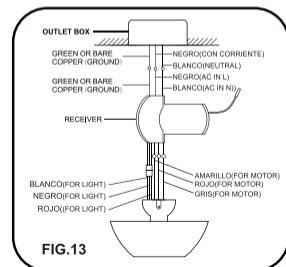

FIG.13
Paso 4. Conexiones eléctricas entre los cables del motor y del receptor: Conecte el cable ROJO del receptor con el cable ROJO del motor, el cable AMARILLO con el cable AMARILLO, y el cable GRIS con el cable GRIS. Para la luz, conecte el conector 3P-3P del receptor al motor (FIG.13).